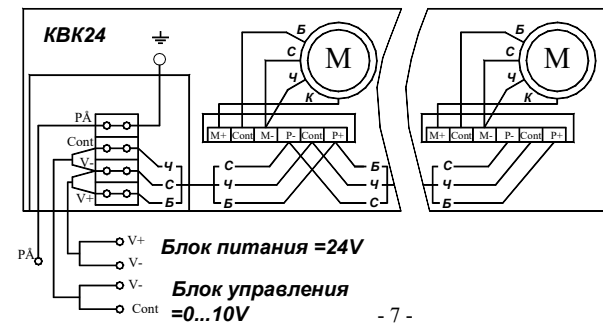

Рис.4
- 5.4. Для базового исполнения конвектора произвести электрическое подсоединение конвектора к источнику питания и управляющего напряжения Рис.4.